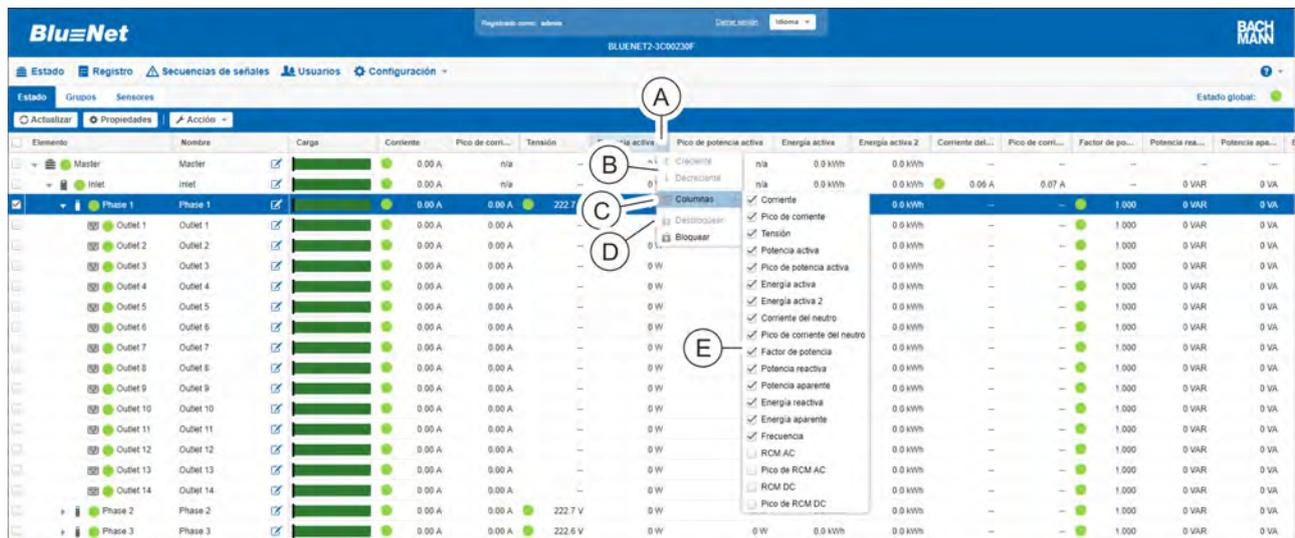

Fig. 94: Cambiar el agrupamiento de determinados valores medidos
1. ➔ Mueva el cursor del ratón hasta la línea de títulos de los valores medidos (Fig. 94/A).
2. ➔ Con el punto de menú "Desbloquear" (Fig. 94/C), desbloquee la columna.
4. ➔ Con el punto de menú "Creciente" o "Decreciente" (Fig. 94/D), cambie el orden de los parámetros.
6. ➔ Con el punto de menú "Columnas" (Fig. 94/E) muestre u oculte los parámetros que desee haciendo clic en la casilla de verificación correspondiente (Fig. 94/E).
- ➔ Con el punto de menú "Bloquear" (Fig. 94/ⓐ), vuelva a bloquear la columna.